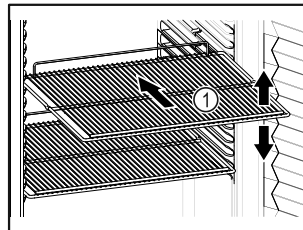

Fig. 60 Näitlik kujutis
- Kui hoiurestid Fig. 60 (1) on teiseldatavad, siis kohandage olenevalt kõrgusest.